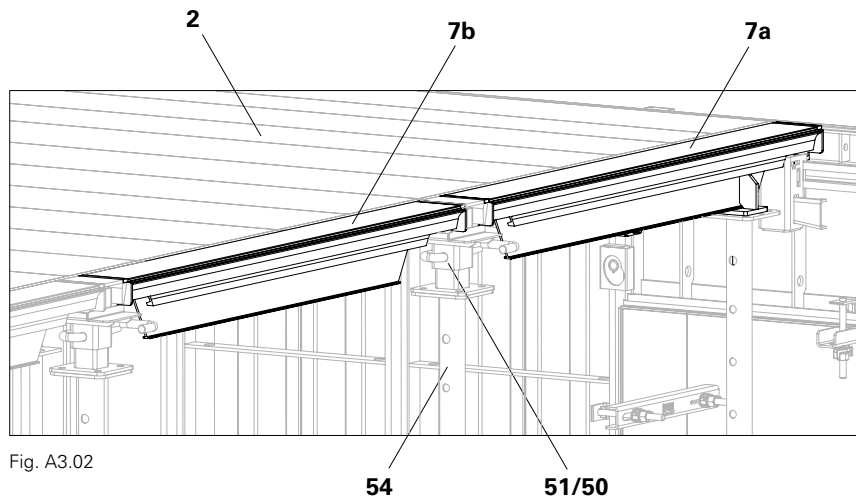

Fig. A3.02
La trave per soletta UNO Plus (7) è utilizzata insieme al puntello della trave (54) e alla testa del puntello (51) o la testa a caduta (50). (Fig. A3.02)